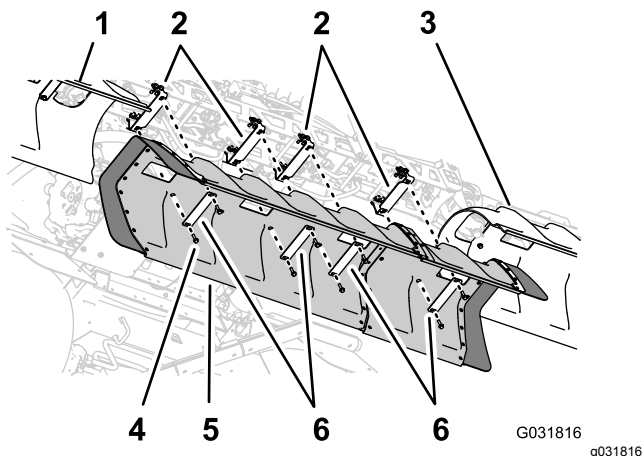

Figura 152
1. Allineate i fori nella copertura della sezione centrale con i fori nelle staffe di supporto per la copertura della sezione centrale (Figura 152).
2. Allineate i fori in 2 delle cinghie della copertura che avete rimosso al passaggio 1 di 6 Rimozione della copertura della sezione centrale (a 11 ugelli) del kit barre coperte opzionale (pagina 16) con il flessibile nella copertura e 2 delle staffe di supporto (Figura 152).
4. Allineate i fori nelle 2 cinghie della copertura (n. cat. Toro 120-0629) con i 4 fori rimanenti nella copertura e i 4 fori rimanenti nelle staffe di supporto (Figura 152).
5. Montate le cinghie della copertura e la copertura sulle staffe di supporto (Figura 152) con i 4 bulloni a testa flangiata (5/16" x 1 1/4" - N. cat. Toro 323-36).